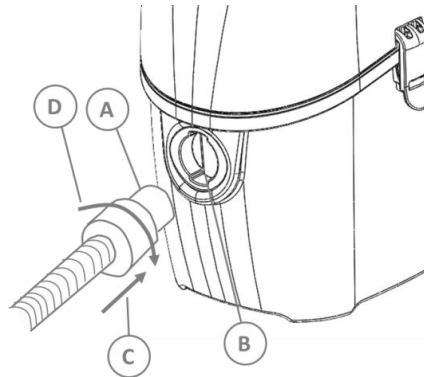

Figura 3
7. Consulte la figura 3. Inserte el adaptador de la manguera (A) en el orificio de entrada y gire el conector (D) hacia la derecha hasta bloquearlo. Para retirar la manguera, gire el conector (D) hacia la izquierda hasta desbloquearlo y tire del adaptador de la manguera (A).